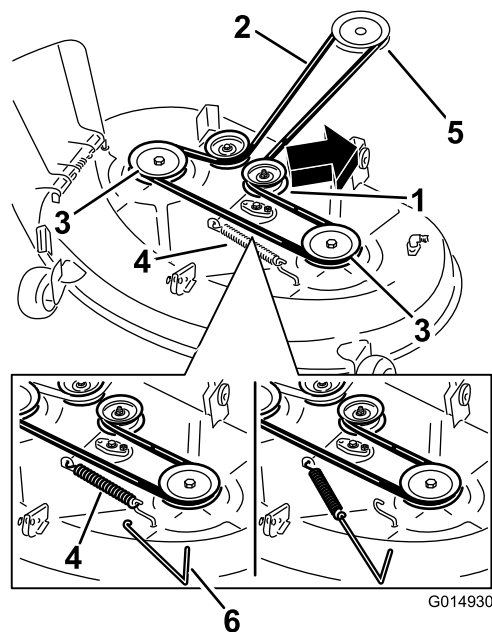

Figura 60
4. Utilize um removedor de molas (peça Toro n.º 92-5771), remova a mola intermédia do gancho da plataforma para retirar tensão da polia intermédia e role a correia para fora das polias (Figura 60).
6. Utilize um removedor de molas (peça Toro n.º 92-5771), instale a mola intermédia por cima do gancho da plataforma para colocar tensão da polia intermédia e na correia do cortador (Figura 60).